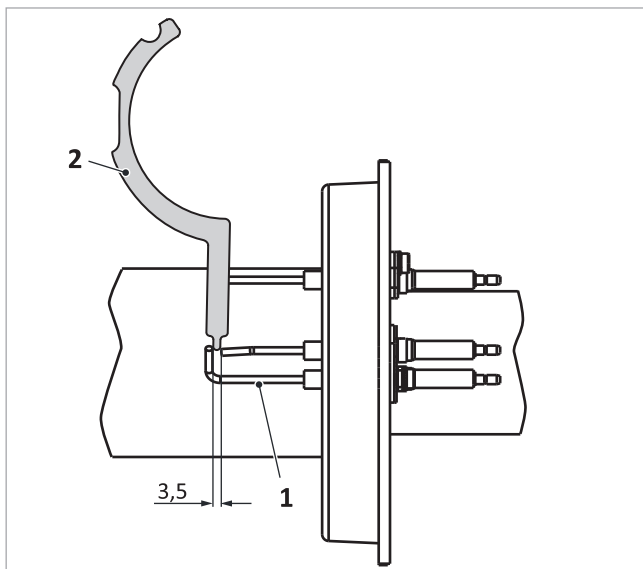

Fig. 50: Distancia entre electrodo a tierra y el electrodo de encendido
2. Comprobar las distancias del electrodo de ionización con ayuda de un calibre de electrodos → Fig. 50 (2) (en caso necesario, corregirlas doblándolos con cuidado).
- Electrodo entre ellos → Fig. 50 (1): 3,5 mm